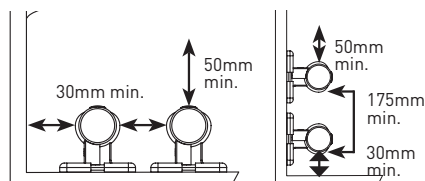

Fig.8
- Dient tijdens het gebruik van de kachel de minimale vrije ruimte zoals in [Fig. 8] getoond te worden toegepast.